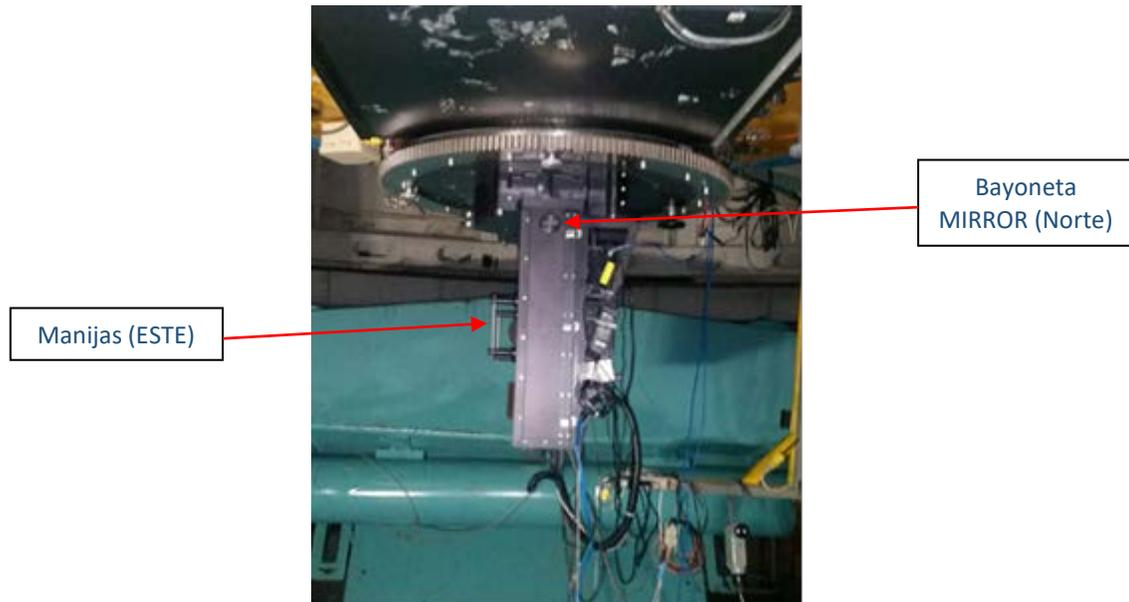

Figura 7. Módulo Polarimétrico de FICUS cuando está acoplado al telescopio de 2.1 m. La bayoneta “MIRROR” debe estar apuntando hacia el norte.
J.H. Castro-Chacón, J.M. Núñez, D. Hiriart, J. Valdés, E. Colorado, L. Sabín, J. Ramirez, B. Martinez quedar orientado con la bayoneta del espejo (MIRROR) hacia el NORTE, es decir, las manijas de la tapa hacia el ESTE, según se observa en la figura 7.